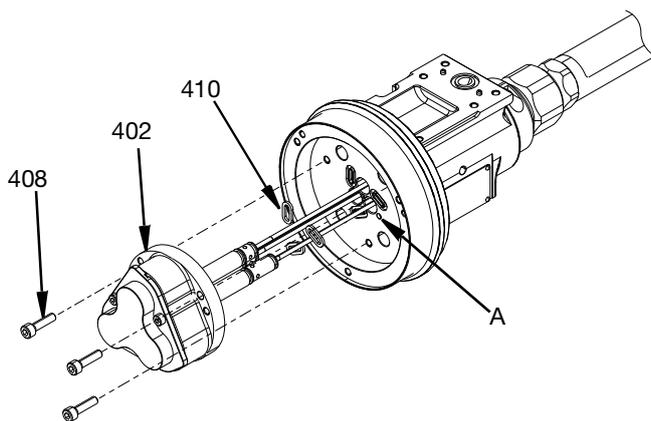

FIG. 34
10. Aplique una fina capa de grasa de litio en las juntas de aire (410) e insértelas en el cuerpo central (301).
11. Aplique una fina capa de grasa de litio en las juntas tóricas (415) y (416). Inserte el conjunto del cilindro de aire en el cuerpo central (301). Aplique lubricante antiagarrotamiento a los tornillos M5 (408) y apriete a 6,5 N•m (57,5 lb-pulg.).
**NOTA:** El hoyuelo (A) en la cara del cuerpo central (301) se alinea con la guía de sellado del cojinete largo (414). Consulte la FIG. 34.